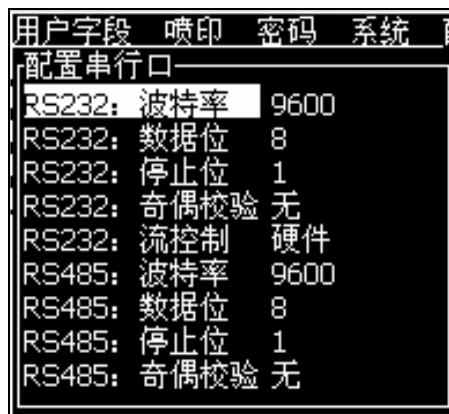

图 4-20: 配置串行端口对话框
- 2 选择 *Serial Port Configuration* (串行端口配置) 选项，然后按下 *Enter* 按键。显示 *Configure Serial Ports* (配置串行端口) 对话框 (参见图 4-20)。